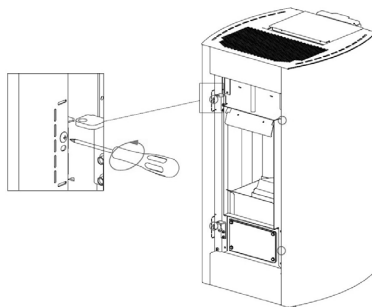
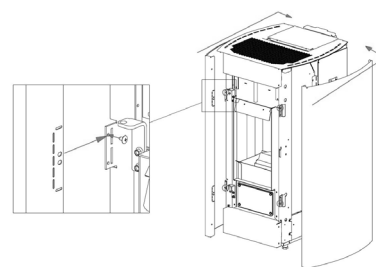

Fig. 57 - Extracción de los tornillos
Fig. 58 - Extracción de los laterales
- Destornille los 4 tornillos delanteros y traseros y retire las paredes laterales (ver **Fig. 57 y Fig. 58**).